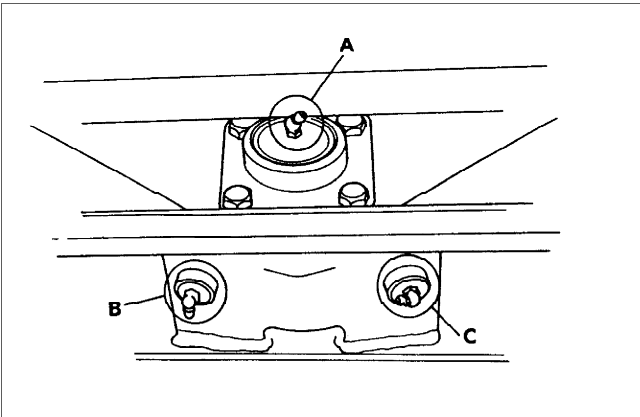

Fig.32
- (b) Rear Axle centre pivot (A Fig.32).
- (c) Steering rams-inner pivots (B & C Fig.32)
- (b) Achteras middenscharnier (A Afb. 32)
- (c) Stuurinrichting plunjer - binnenscharnieren (B en C Afb. 32)
- (b) Pivot central d'essieu arrière (A fig. 32)
- (c) Pivots intérieurs de vérins de direction (B et C fig. 32)